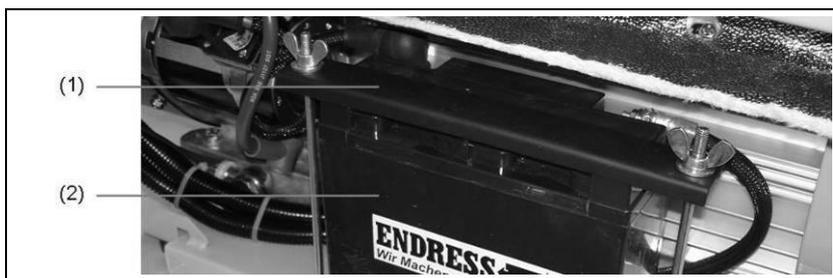

Abb. 6-3: Batterie wechseln
1. Batteriehalter (Abb. 6-3-(1)) abschrauben.
2. Batterie (Abb. 6-3-(2)) aus Batteriefach entnehmen.
7. Batteriehalter (Abb. 6-3-(1)) wieder anbringen.